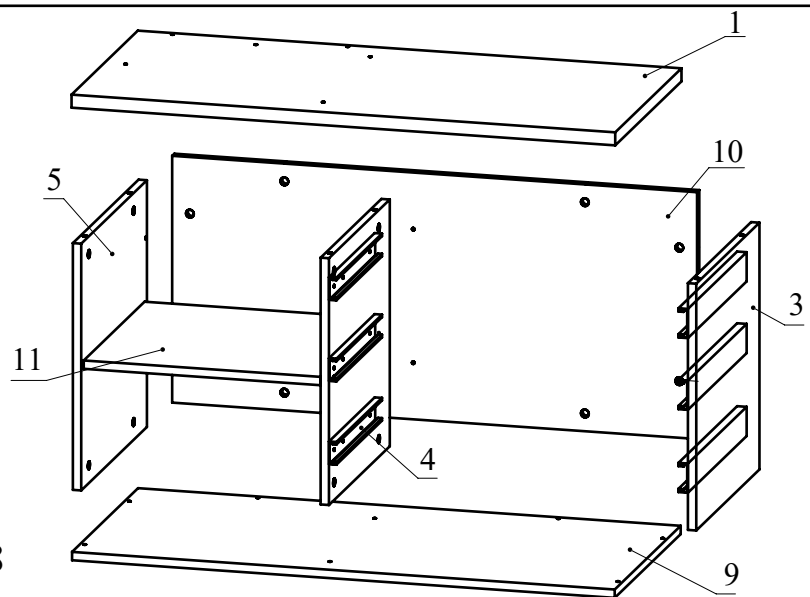

Рис.8
6. Соберите сборку согласно схеме, затягивая головки минификсов (Рис. 8). Соедините даталь 10 с деталью 4 при помощи шурупов 4х30.